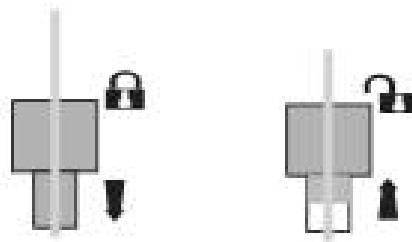

Рисунок 5 - Схема подвешного монтажа светильника (регулируемая длина подвеса)
5.6.3 Отрегулируйте длину тросов, для этого открутите защитный колпачок на нижней части тросового крепления, надавите на стержень где трос крепится к креплению, отпустите трос на нужную длину (не более метра), и закрутите защитные колпачки (см. рис. 5).